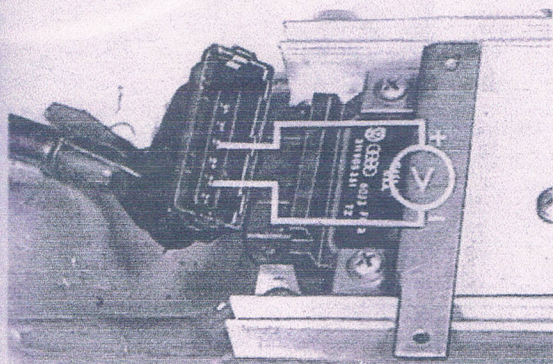

Fig. 4.8 Connexion du voltmètre pour contrôle du commutateur d'allumage transistorisé (Sec 8)
- 3 Débrancher la prise multiple de l'interrupteur et brancher un voltmètre entre les bornes 4 et 2, comme illustré à la Fig. 4.8.